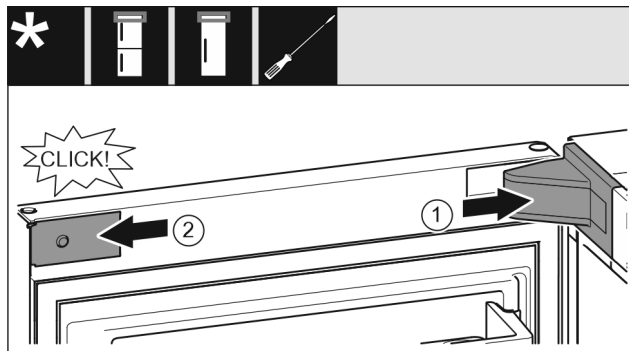

Fig. 20
- Nasad'te a zaklapněte kryt stojanu ložiska Fig. 20 (1), příp. opatrně přitlačte od sebe.
- Z boku nasad'te zásepku Fig. 20 (2) a zaklapněte.